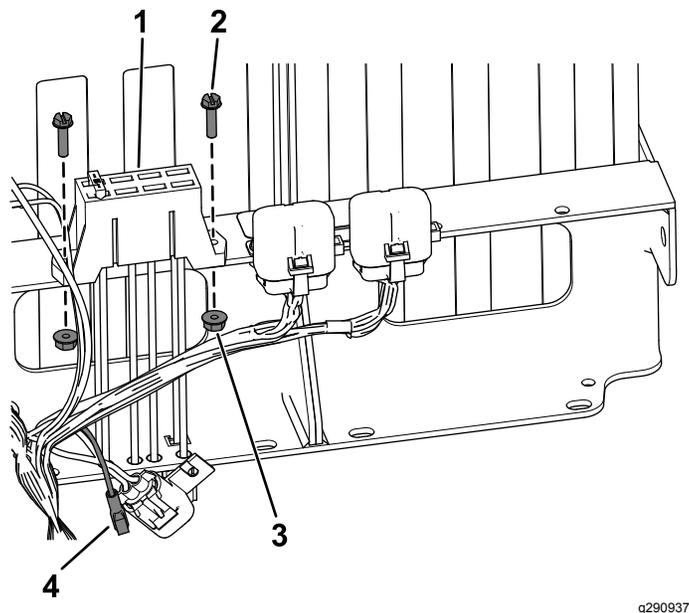

Figura 18
- **Para máquinas con número de serie 403448001 y posteriores**, fije el nuevo bloque de fusibles con los 2 tornillos de cabeza hexagonal con arandela (N° 10 x 3/4") y las 2 tuercas dentadas (N° 10) como se muestra en la Figura 18.
2. **Para máquinas con número de serie 403448001 y posteriores**, conecte el conector hembra del arnés en el nuevo bloque de fusibles (Figura 18).